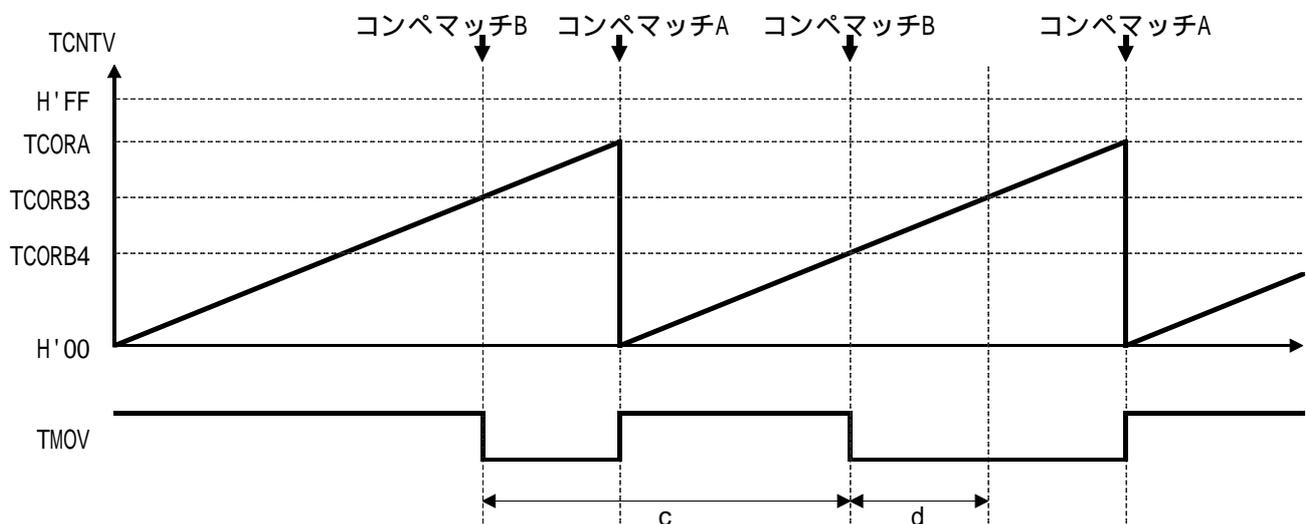

図5 デューティを小さくする場合のTCORB書き換えのタイミング
(d) 図5にデューティを小さくする場合のTCORBの書き換えのタイミングについて示します。
- ・TCORBの書き換えは、書き込むと同時にTCORBが更新されるため、デューティを小さくする場合、図5中の d の区間でTCORBを書き換えると、次のコンペアマッチBが発生せず、正常なPWM波形が出力されません。したがって、TCORBを書き換えるタイミングは、図5中の c の区間で書き換えなければなりません。